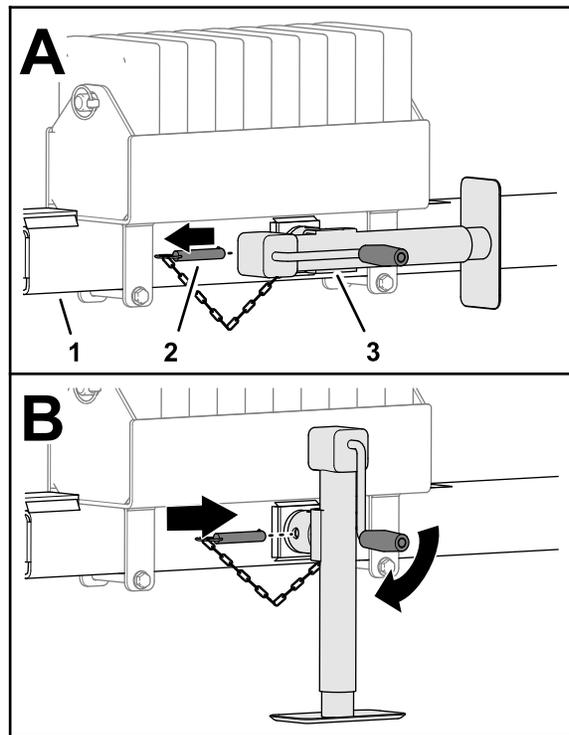

Рисунок 27
1. Извлеките палец, который крепит домкрат к трубе сцепного устройства, и снимите домкрат; см. Рисунок 27 в разделе Удерживание передней части машины на домкрате (страница 32).
5. Поверните домкрат в вертикальное положение (Рисунок 27).
6. Проденьте палец через горизонтальные отверстия в домкрате и трубе сцепного устройства (Рисунок 27).
4. Извлеките палец, который крепит домкрат к трубе сцепного устройства (Рисунок 27).